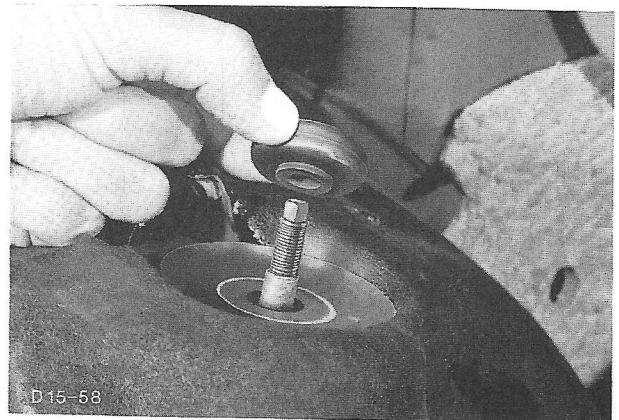

Fig.158 Bovenste rubber ring.
1. Verwijder de bevestigingsmoeren van de schokbreker op de wielkast. Verwijder de ring en de bovenste rubber ring (fig.158).
4. Breng de bovenste rubber ring, met de rand naar beneden gekeerd, aan, breng de metalen ring aan en draai de bevestigingsmoeren vast (fig.158).